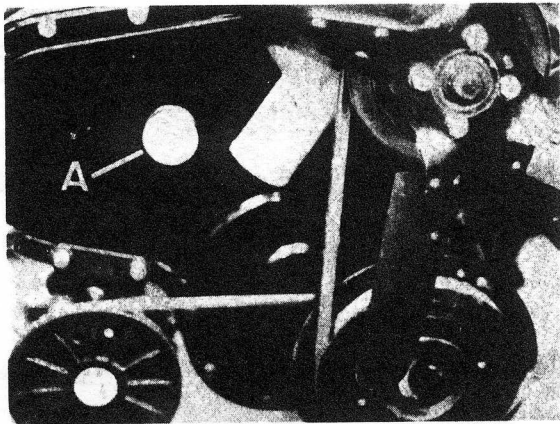
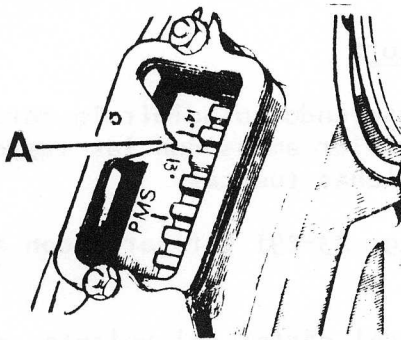
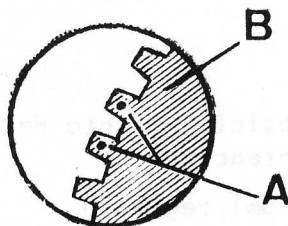
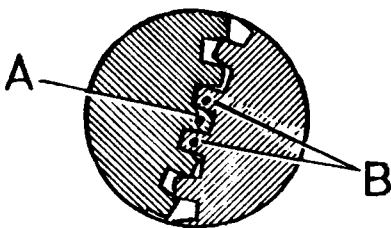

Fig. A3-33 Registro para localización de marcas de los engranajes
Fig. A3-34 Sincronizado de grados de avance en el volante
Fig. A3-35 Marcas del engranaje del árbol de levas para montar el de la bomba inyectora
Fig. A3-40 Sincronización de engranajes de árbol de levas y bomba inyectora
- 3.4. Desmontar el tapón, A (Fig. A3-33) situado en la parte frontal de la tapa de la distribución.
- 3.6. Girar el cigueñal hacia la derecha hasta que el índice de referencia, A, (Fig. A3-34), quede situado entre las marcas  $13^{\circ}$  y  $14^{\circ}$  del volante. En este momento se comprobará a través del orificio de la tapa de la distribución, A (Fig. A3-33), si los dos dientes marcados con un granetazo cada uno, A, (Fig. A3-35), del engranaje del árbol de levas, B, están situados frente a dicho orificio. De no ser así, habrá que girar el volante otra vuelta, dejando las marcas  $13^{\circ}$  -  $14^{\circ}$  en la misma posición anterior (Fig. A3-34).
10. Introducir el conjunto bomba, tapa y engranaje sobre su alojamiento en el cárter de la distribución, teniendo en cuenta que el diente del engranaje de accionamiento de la bomba marcado con un granetazo, A (Fig. A3-40), deberá penetrar entre los dos dientes del engranaje del árbol de levas, marcado cada uno con un granetazo, B. Este detalle hay que apreciarlo a través del orificio, A, (Fig. A3-33) de la tapa del cárter de la distribución.